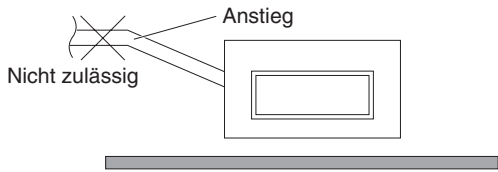

Abb. 3-16
- **Das Rohr nicht so einbauen, dass es von der Anschlussstelle aus ansteigt. In diesem Fall fließt das Ablaufwasser zurück in das Gerät, was nach dem Ausschalten eine Undichtigkeit verursacht. (Abb. 3-16)**